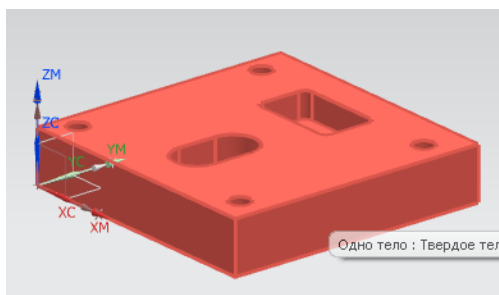

Рисунок 35 Выбор тела детали
4. Выберите тело детали (рисунок 35).